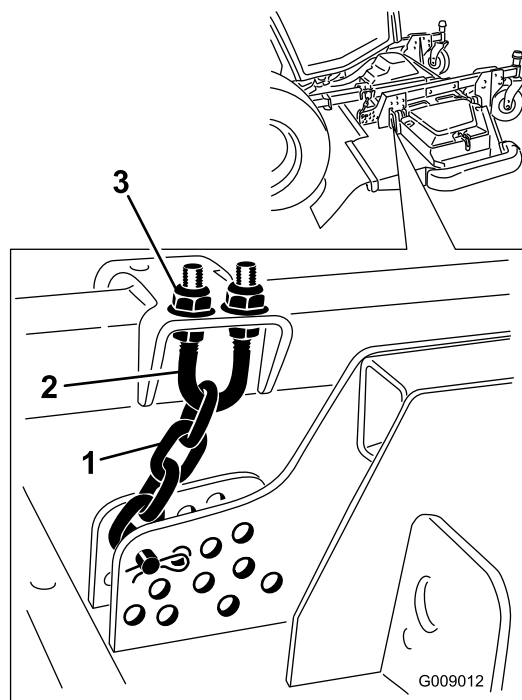

Рисунок 139
5. Отпустите верхние или нижние зажимные гайки на U-образном болте цепи высоты скашивания (Рисунок 139).